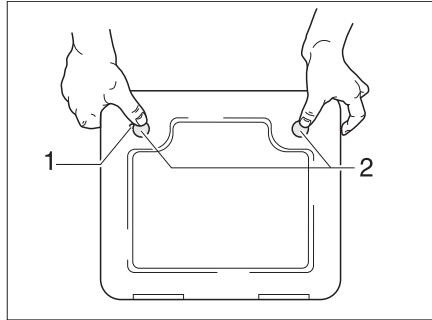

Fig. 350 Trampilla para el inodoro cassette
- Abrir la trampilla para el cassette en el exterior del vehículo. Para esto, introducir la llave en el cilindro de cierre del cierre a presión (Fig. 350,1) y girarla un cuarto de vuelta.
- Presionar ambos cierres a presión (Fig. 350,2) al mismo tiempo con el pulgar y abrir la trampilla para el cassette.